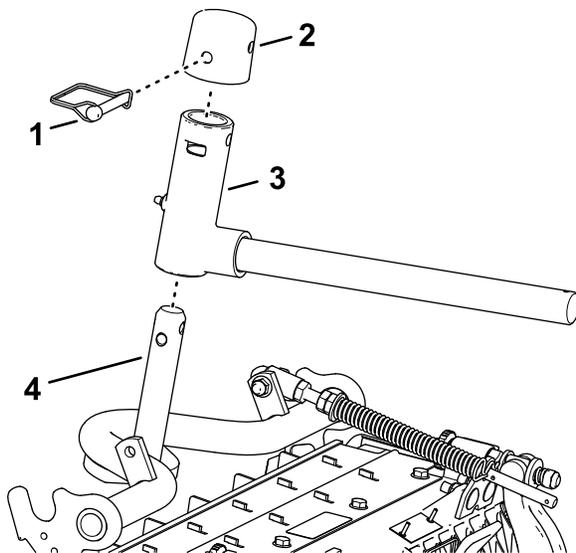

Figura 28
2. Montate la forcella del braccio di sollevamento nell'albero del telaio portante (Figura 28).